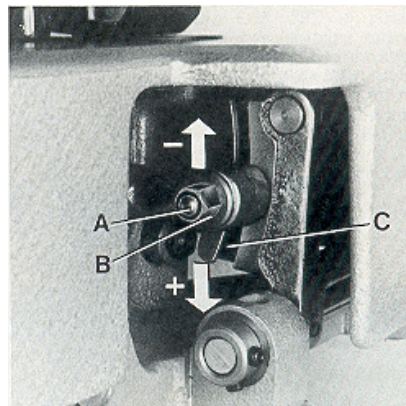

Fig. 27
The length of the stitch can be adjusted by raising or lowering stud (A, Fig. 27) in the segment slot of feed rocker (C) located at the rear of machine below the cloth plate. Lowering stud (A) will lengthen the stitch, raising the stud will shorten the stitch. After loosening nut (B), stud (A) can be moved accordingly. When the desired stitch length is obtained, retighten nut (B).
Die Stichtlänge kann durch Höher- oder Tieferstellen des Bolzens (A, Fig. 27) in der Nut des Transportantriebsrahmens (C) hinten an der Maschine unter der Stoffplatte verändert werden. Tieferstellen des Bolzens (A) verlängert den Stich, Höherstellen verkürzt ihn. Nach Lösen der Mutter (B) läßt sich der Bolzen (A) entsprechend verschieben. Wenn die gewünschte Stichtlänge eingestellt ist, ziehen Sie die Mutter (B) wieder an.